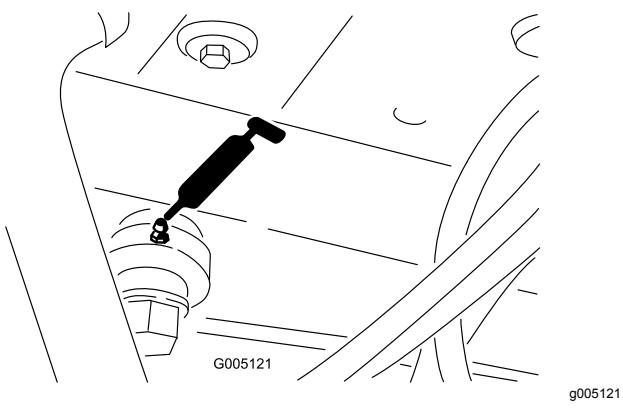

Bild 31
- Ende des Lenkzylinders (Bild 31)